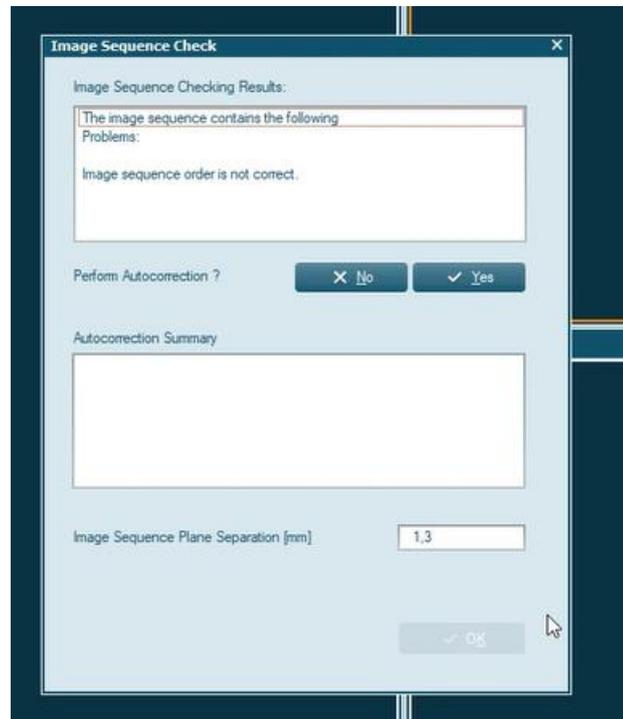

Figura 1 Janela de verificação das imagens sequenciais
Nesses casos, quando os usuários importam imagens de TC para o HDRPlus 3.x e o SagiPlan, uma *verificação* automática da *sequência de imagens* é realizada após o carregamento de novas imagens. Os resultados são exibidos na janela *Image Sequence Check* (consulte a Figura 1).
3. Se a *Unidade de Comprimento* estiver definida como milímetros, o usuário deverá revisar cuidadosamente. Caso seja necessário, o valor de *Separação do Plano de Imagem sequencial* deverá ser ajustado durante a importação ao trabalhar com espessuras de corte que tenham duas casas decimais, conforme mostrado na Figura 1. Os usuários devem considerar que essa abordagem não é intrinsecamente segura, portanto, a solução 1 ou 2 é altamente recomendada.